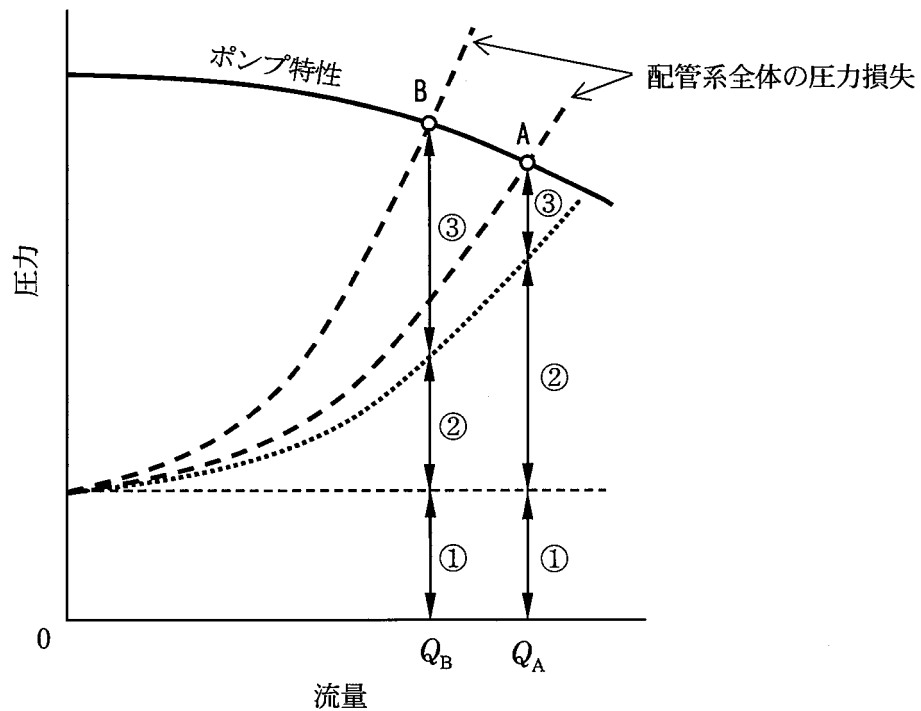

図3
1) 流量を制御する操作端として、調節弁が使用されることが多い。図3は、ある配管系において、調節弁によって流量制御するときの仕組みを渦巻きポンプの例で示したものであり、図の縦軸は圧力、横軸は流量である。